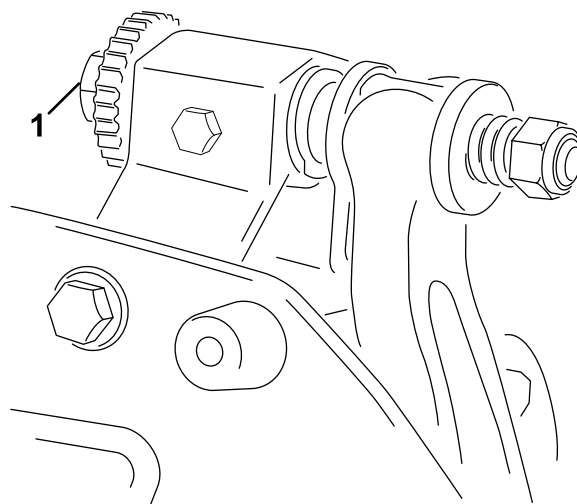

図 6
- ベッドバー調整ねじ 図 6 を1クリックずつ均等に締めながら、ごく軽い接触が得られるようにする。
6. シムを左右に滑らせながら右側のベッドバー調整ボルト図 6を回して、シムに軽い圧迫シムが挟まれる感じを感じる程度に調整する。シムを抜き取る。